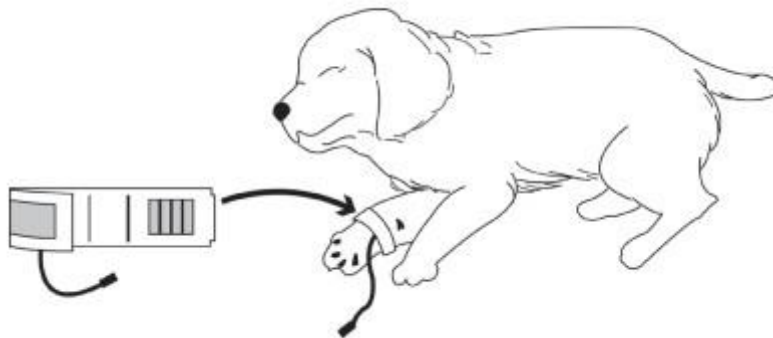

Figura 11-1 Aplicación de brazalete
2. Coloque el manguito de presión arterial en el brazo o la pierna del paciente siguiendo las instrucciones a continuación (Figura 11-1).